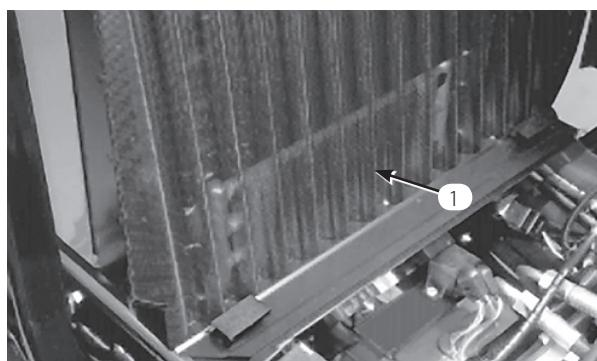

図 52
- クランプをゆるめ、スクリーンを引き上げて傾ける（図52）。水または圧縮空気でスクリーンをていねいに洗浄する。